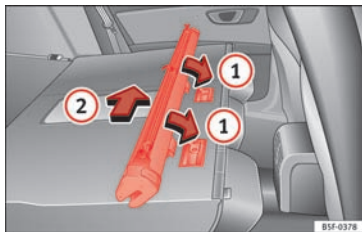

Fig. 167 Montering af netskillevæg på bagsæderyglæn
- Placer huset til netskillevæggen i holderne i pilenes retning » Fig. 167 ①.
- Pres huset helt mod venstre i pilens retning » Fig. 167 ② i bilen.
- Træk huset til netskillevæggen ca. 5 cm modsat pilens retning » Fig. 167 ②.
- Træk huset til netskillevæggen ud af holderne ved at trække det modsat pilens retning » Fig. 167 ①.